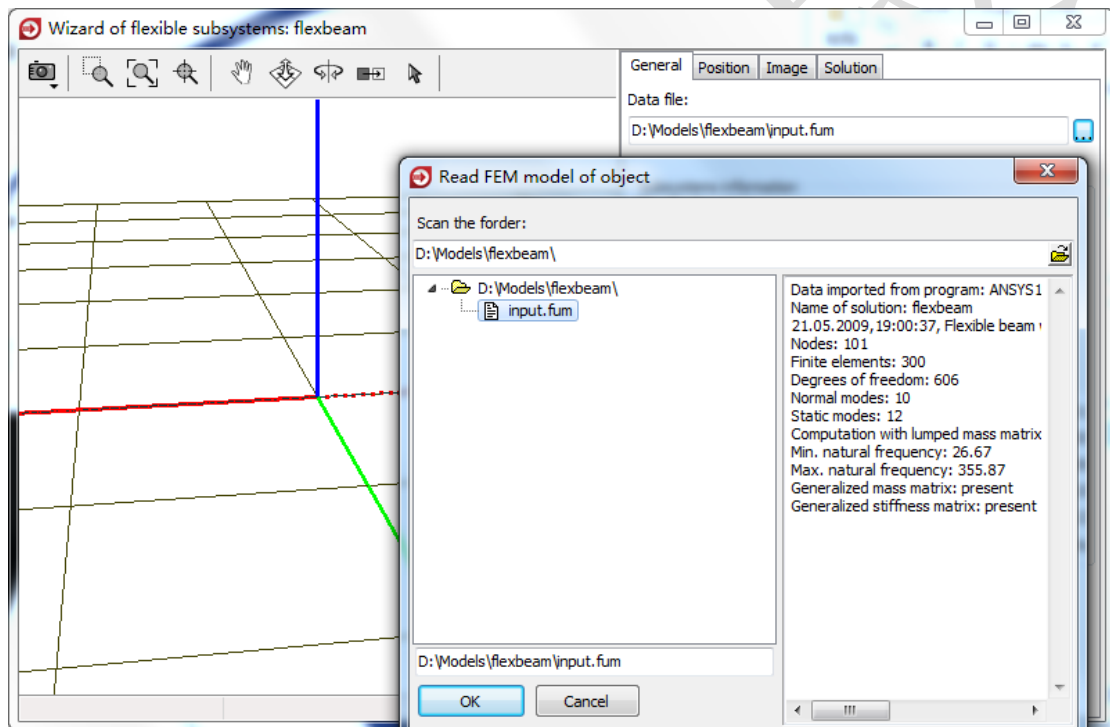

图 1.4
3. 点击按钮 ，选择 **flexbeam** 文件夹里的文件 **input.fum**，点击 **OK**，如图 1.4 所示。